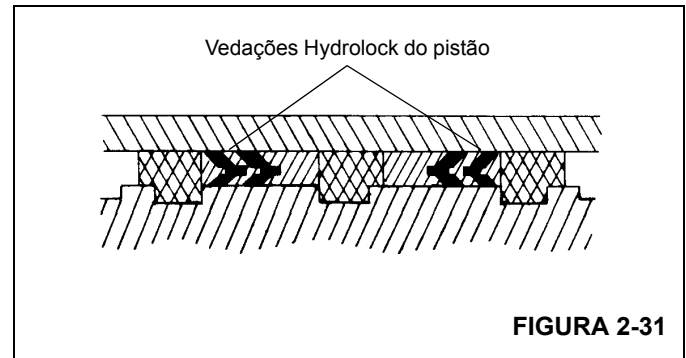

FIGURA 2-31
7. Instale as vedações Hydrolock de reposição na parte externa do pistão. Verifique se os dois "vês" nas vedações hydrolock apontam um para o outro (Figura 2-31).